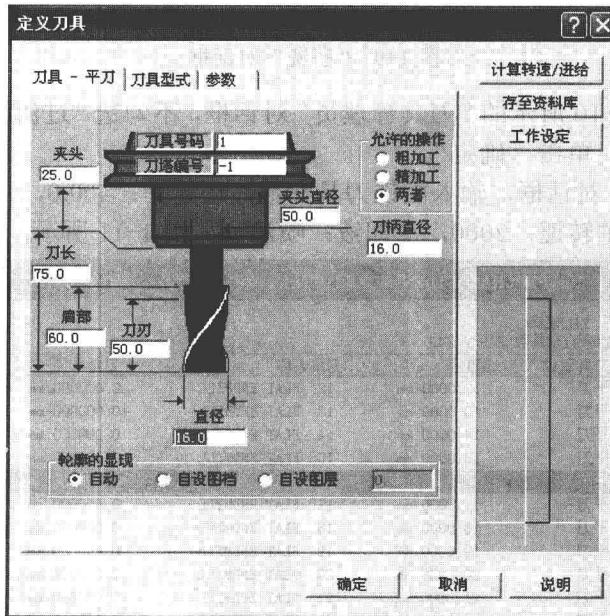

图 1-12 “定义刀具”对话框
4) 将鼠标移动到#1-16 平刀, 单击鼠标右键, 弹出“定义刀具”对话框, 如图 1-12 所示。